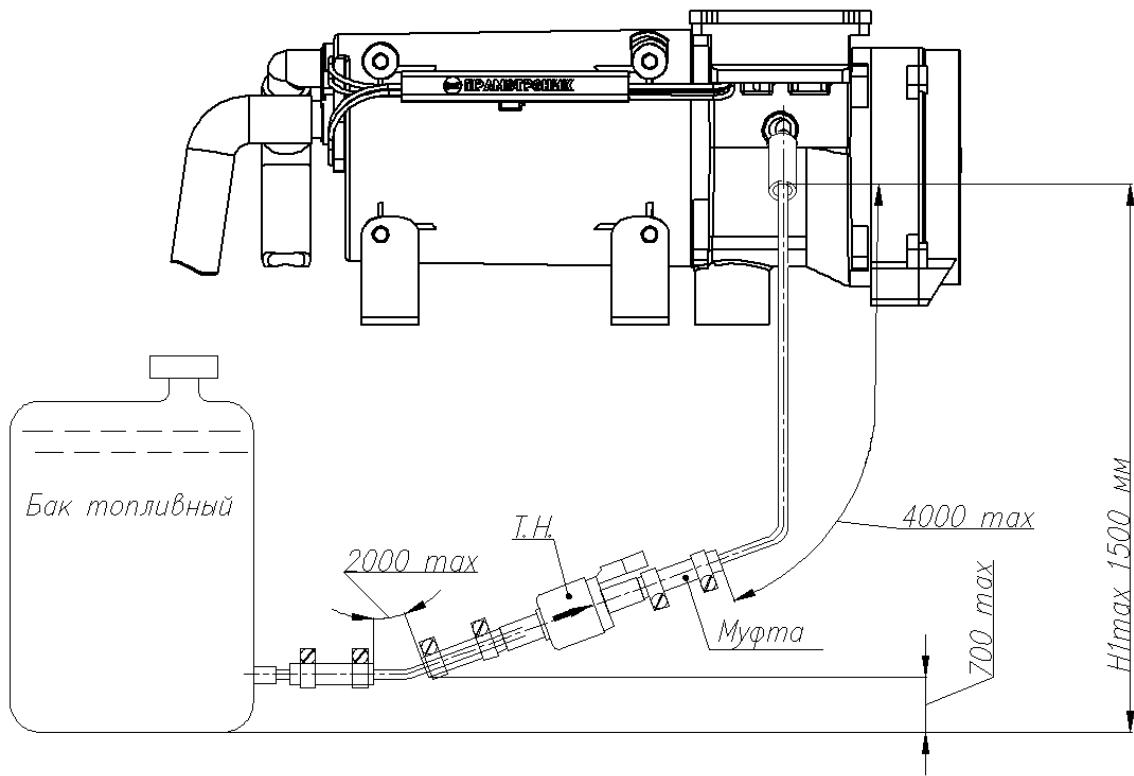

Рис.6 Схема монтажа топливной системы подогревателя с индивидуальным топливным баком
- подогреватель предпочтительней располагать выше максимального уровня топлива в топливном баке (см. рис. 6, рис.7);
Схемы относительного расположения топливного бака, топливного насоса и подогревателя показаны на рис.6 и рис.7